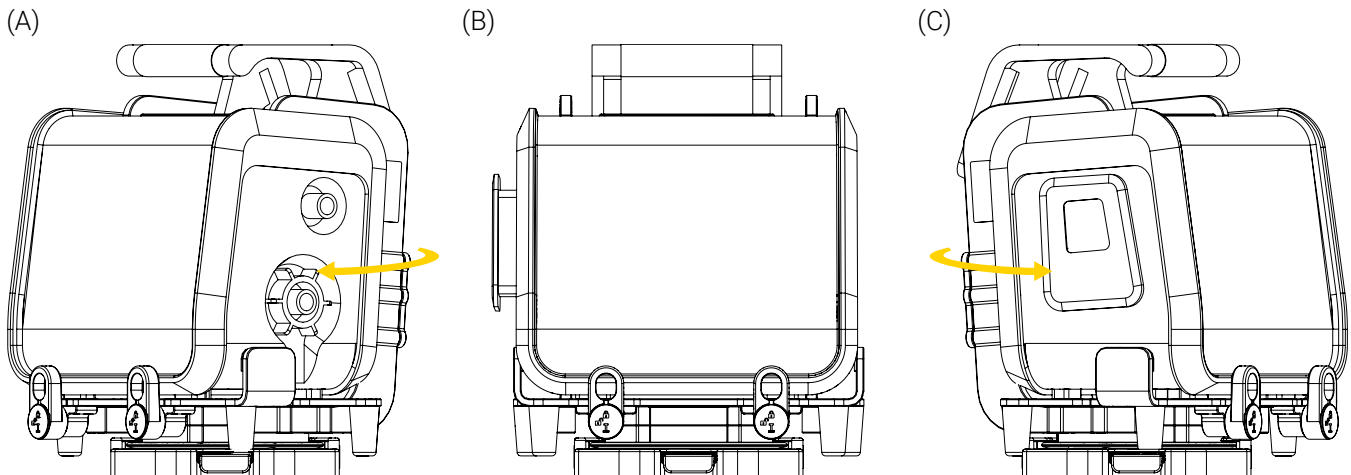

Figure 7: Rotation du support de fixation sur la Base de Fixation Allongée
3. Tourner le support jusqu'à 360 ° dans le sens horaire ou antihoraire, jusqu'à la position désirée (Figure 7). Consulter la documentation de l'utilisateur du support de fixation au besoin.